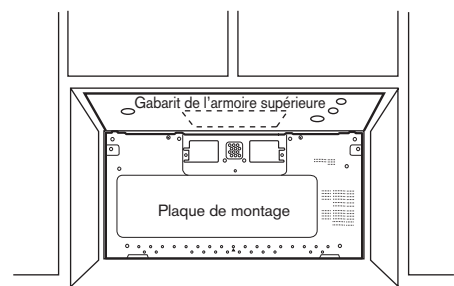

Figure 23
4. Centrer la plaque de montage dans l'aire de montage sur le mur en alignant la ligne verticale centrale à l'équerre avec la ligne centrale de la plaque de montage. Il faut une largeur minimum de 30 po (760 mm) et que le haut de la plaque soit à au moins 30 po (760 mm) de la surface de cuisson. Voir Figure 23.
5. Mesurer le fond du cadre de l'armoire supérieure. Découper les rebords A, B et C du gabarit de l'armoire supérieure afin que le gabarit puisse être placé sous le fond de l'armoire. Si l'armoire à un cadre renfoncé, découper le gabarit afin qu'il s'ajuste à la section renfoncée. Aligner la ligne centrale du gabarit avec la ligne centrale de la plaque de montage. Fixer ensuite le gabarit solidement avec du ruban adhésif ou des punaises. Voir la Figure 23.